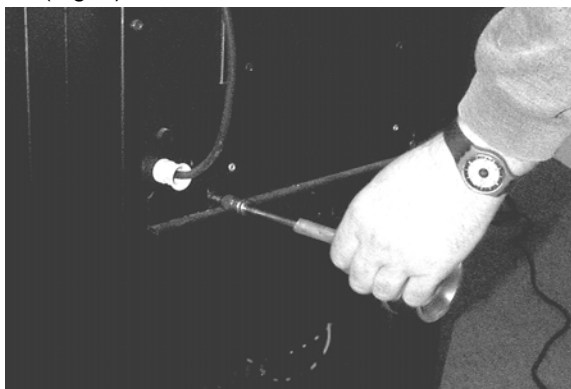

Fig. 1
1. Pour retirer la paroi arrière de la grille, desserrer les deux vis (Fig. 1).